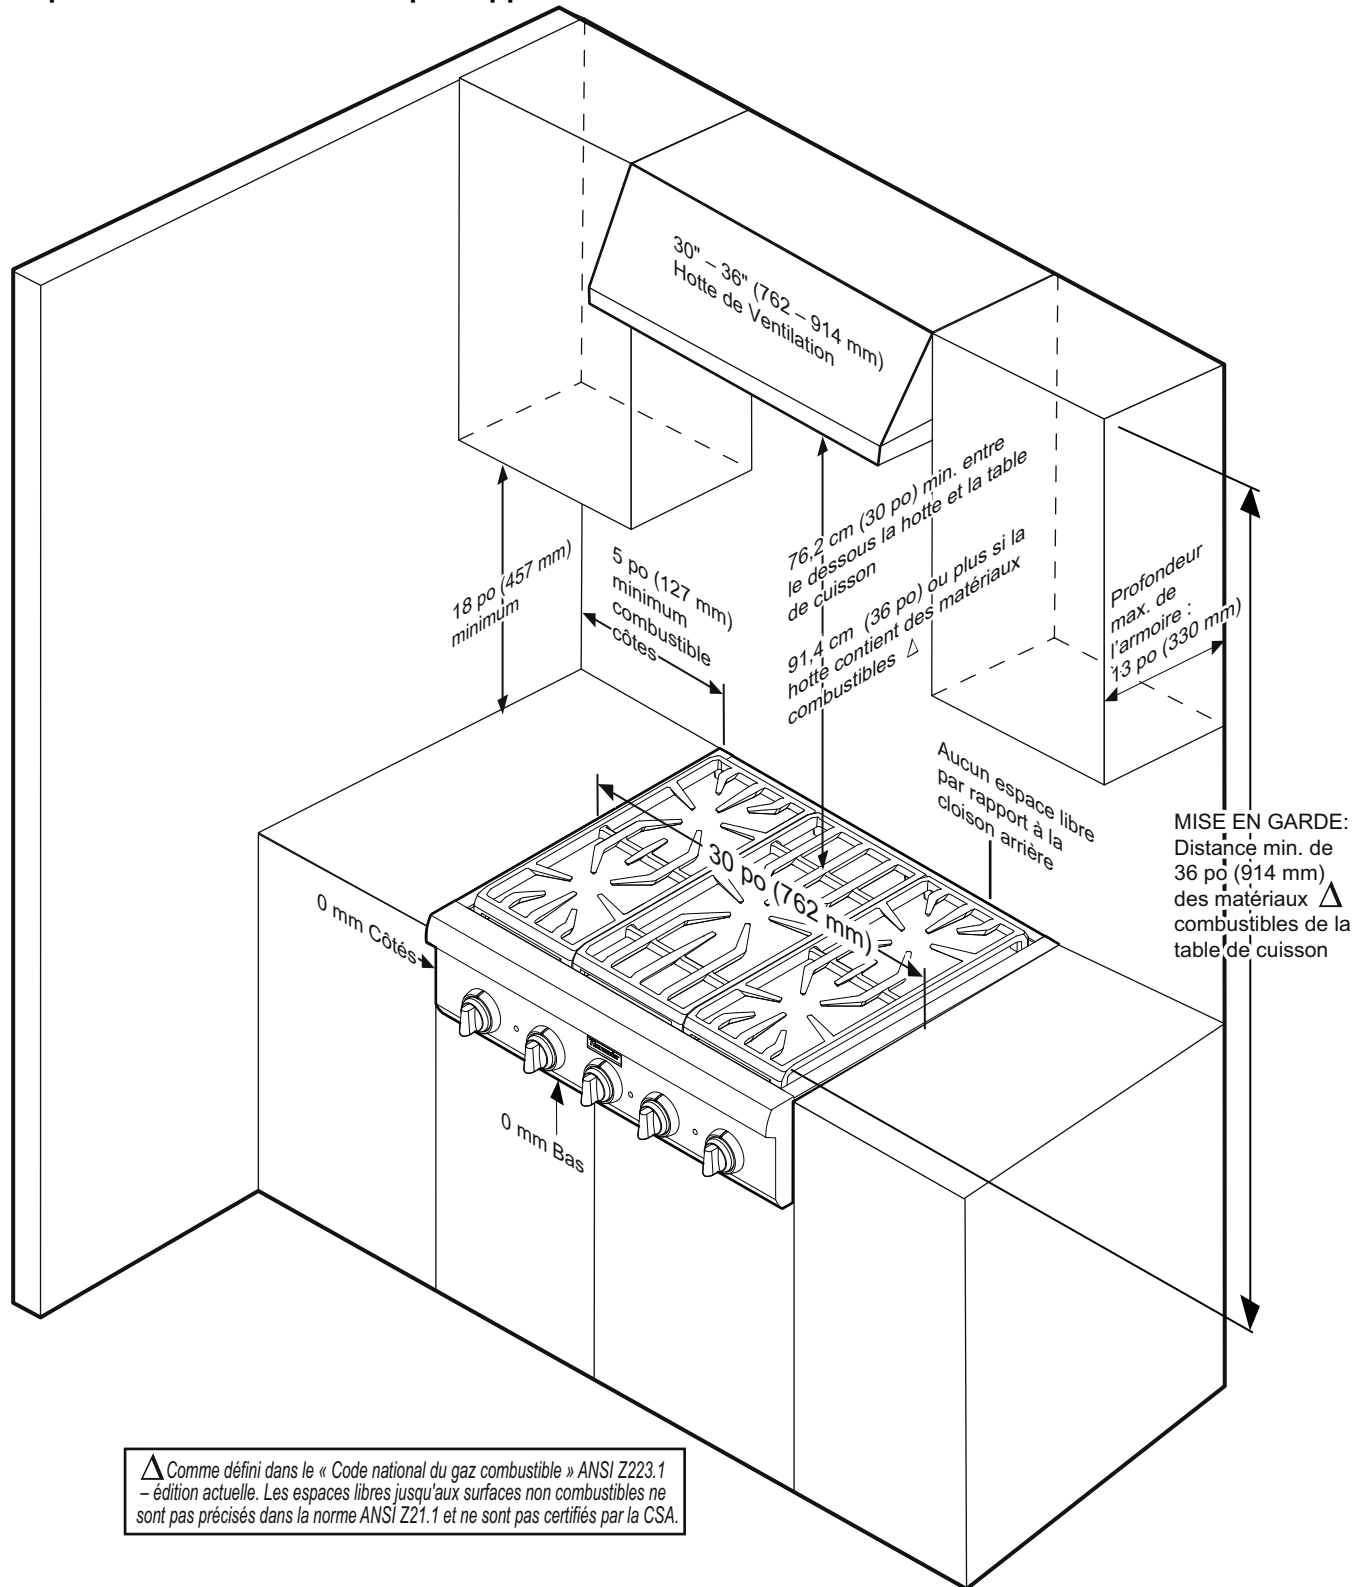

Figure 1 : Espaces libres des armoires par rapport à la hotte
L'espace libre minimal pour une surface combustible est de zéro pouce (voir *Figure 1 à la page 21*).
- Pour une meilleure élimination des fumées, le bord inférieur de la hotte doit être placé à une distance de 91,4 cm (30 po) au-dessus de la table de cuisson. (Voir *Figure 1*).
Lors de l'utilisation de la garniture d'îlot THERMADOR, il faut un espace minimal de 12 po (305 mm) entre la partie arrière de l'appareil et la surface combustible (voir *Figure 1* à la page 21). Les espaces libres jusqu'aux surfaces non combustibles ne sont pas précisés dans la norme ANSI Z21.1 et ne sont pas certifiés par la CSA. Tout espace libre de moins de 12 po (305 mm) doit être approuvé par les normes locales ou l'autorité locale ayant compétence.